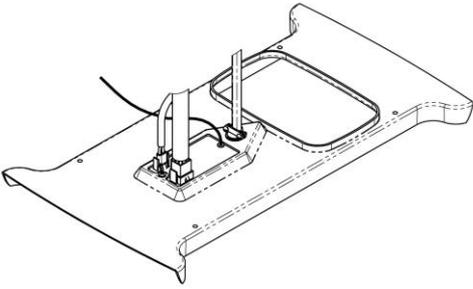

Figure 7
- C. Soulevez la chute de l'ensemble de plafond et insérez le câblage d'alimentation à travers le serre-câble et dans la boîte de connexion de façon à ce que 10 à 15 cm (4 à 6 po) de câblage se situe dans la boîte. Serrez le serre-câble sur la gaine du câble d'alimentation afin d'en interdire le mouvement (voir Figure 7).
- F. Branchez la conduite électrique de la pompe à chaleur de toit dans la prise à 9 positions de la façon illustrée dans la Figure 7.
- G. Si vous installez l'ensemble de chauffage facultatif, retirez le couvercle de la prise à 2 positions et branchez le cordon d'alimentation du réchauffeur dans la prise de la façon illustrée dans la Figure 7.